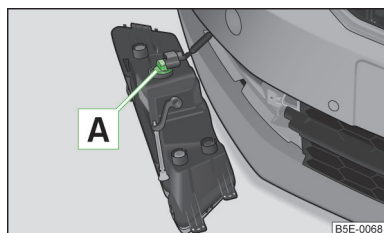

Fig. 227
- Girare lo zoccolo della lampadina **A** » fig. 227 fino all'arresto in senso **antiorario** e quindi estrarlo.